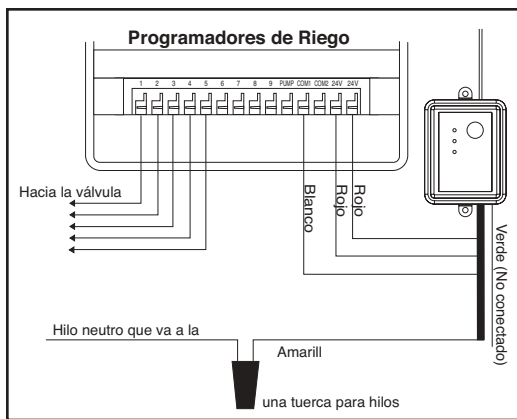

Figura 6: Conexión de los cables entre el temporizador de aspersor sin terminales de sensor y la bomba de carga
3. Desconecte del temporizador el hilo neutro de la válvula y conéctelo (utilizando una tuerca para hilos) al hilo amarillo desde el receptor de lluvia y congelación. [Vea la Figura 6]